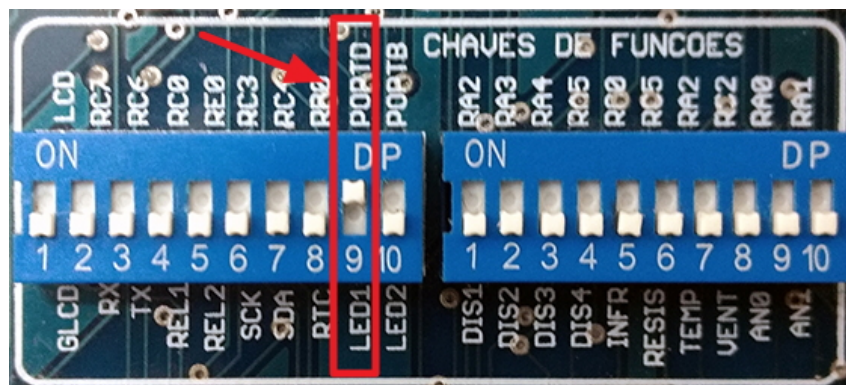

Figura 18: 5º Passo.
- **5º Passo:** Atente-se para que as chaves DIP do kit estejam configuradas de acordo com as interfaces que serão utilizadas nos projetos. No caso do projeto da primeira aula, é necessário que a chave “LED1 - PORTD” esteja ligada (posição “ON”) para que os LEDs da fileira “1” operem. A Figura 18 exhibe a configuração das chaves.